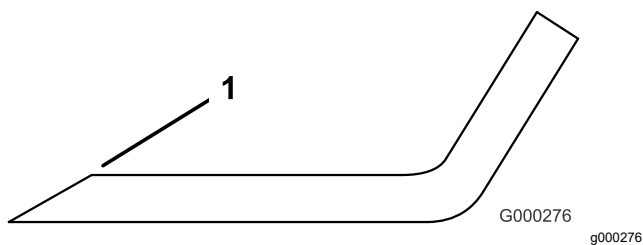

Figura 99
- Esaminate l'affilatura di tutte le lame e affilate se risultano smussate o scheggiate (Figura 99).
Nota: Affilate soltanto la parte superiore del tagliente e mantenete l'angolo di taglio originale per garantire l'affilatura (Figura 99). La lama rimane bilanciata se rimuovete la stessa quantità di metallo da entrambi i taglienti.